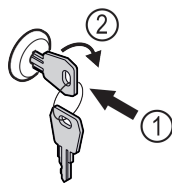

Fig. 46 Immagine a titolo di esempio
- ▶ Inserire la chiave Fig. 46 (1).
- ▶ Ruotare la chiave di 90° in senso orario Fig. 46 (2).